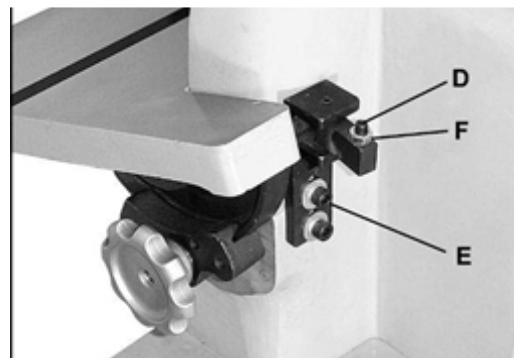

Рис. 17
Стопорный винт положения стола под углом в 0 градусов (см. Рис. 17, D) располагается за диском. Данный узел должен быть настроен таким образом, чтобы обеспечивалась быстрая установка стола в горизонтальное положение (90 градусов). Узел должен позволять осуществлять наклон стола вниз. Для первичной настройки стопорного винта ослабьте винты с внутренним шестигранником (Е) и опустите кронштейн. Для более точной настройки ослабьте шестигранную гайку (F) и закрутите или открутите винт (D). Затем снова затяните гайку (F).